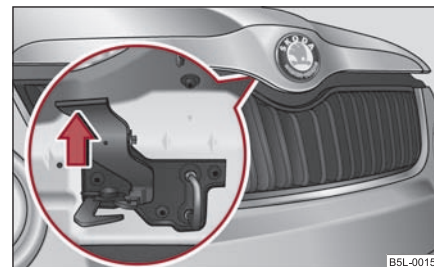

Fig. 15 Rejilla del radiador: Palanca de seguridad
- Extraiga por la palanca de seguridad ⇒ página 15, fig. 15, el capó se desenclavará completamente.